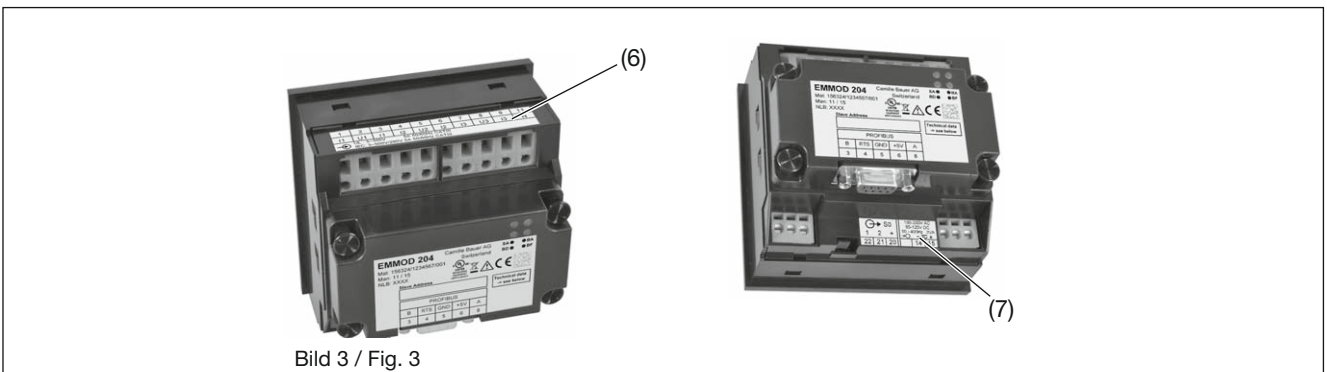

Bild 3 / Fig. 3
Die Zusatzschilder Eingang (6) und Ausgang/Hilfsenergie (7) nach Bild 3 aufkleben.
Coller les étiquettes des panneaux d'entrée (6) et de sortie/énergie auxiliaire (7) selon la Figure 3.